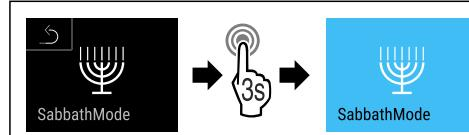

Fig. 12
- Изпълнете стъпките (виж Fig. 12).